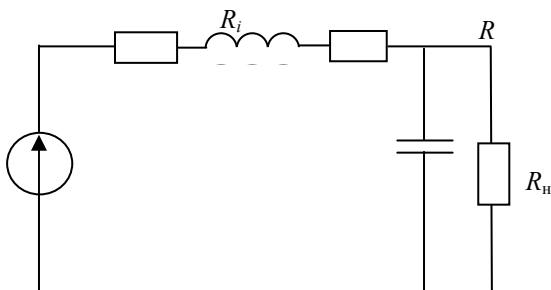

Рис. 4.12
4.2.11. Определить полосу пропускания цепи (рис. 4.12). Параметры цепи:  $L = 1$  мГн;  $C = 1$  пФ;  $R = 10$  Ом;  $R_i = 5$  Ом;  $R_n = 0,1$  МОм.